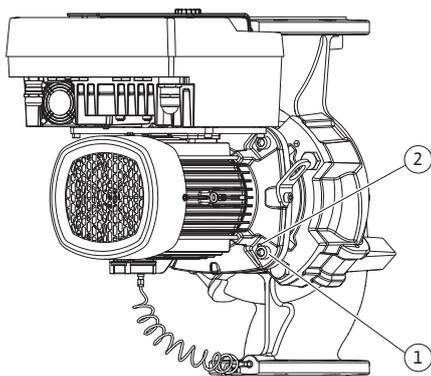

Fig. 10: Отжатие съемного блока через резьбовые отверстия
5. Отжать съемный блок (см. Fig. 4) от корпуса насоса. Для этого использовать два резьбовых отверстия (см. Fig. 10). С этой целью ввернуть винты M10 подходящей длины в резьбовые отверстия.
6. Отжать съемный блок (см. Fig. 4) от корпуса насоса. Для этого использовать два резьбовых отверстия (см. Fig. 10). С этой целью вернуть винты M10 подходящей длины в резьбовые отверстия.